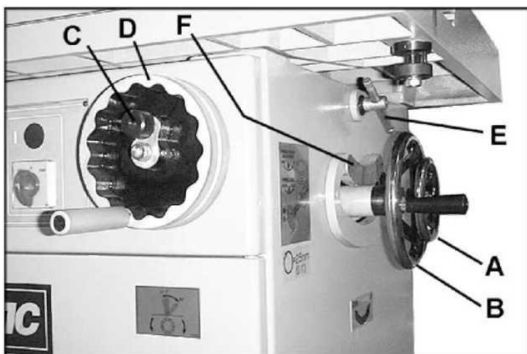

РИСУНОК 29
1. Ослабьте ручку (С) на передней стороне штурвала (D). См. рисунок 29.
3. Поверните штурвал (D) к необходимому углу наклона, показанному на индикаторе (F).